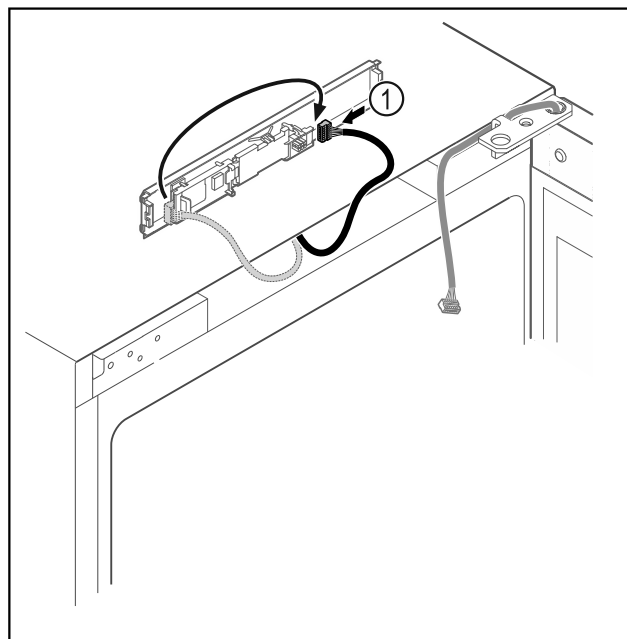

Fig. 14
- Wtyczkę Fig. 14 (1) należy ponownie podłączyć do płytki drukowanej.